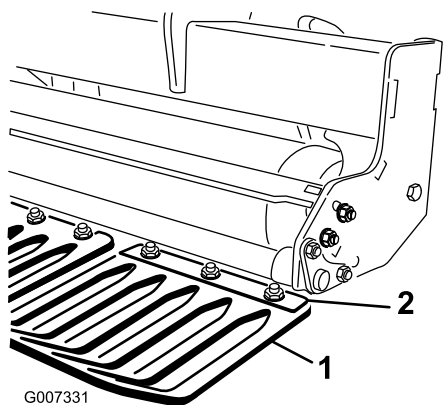

Рисунок 17
1. Ослабьте гайки крепления зажимов прижимных решеток к монтажному брусу прижимных решеток (Рисунок 17).